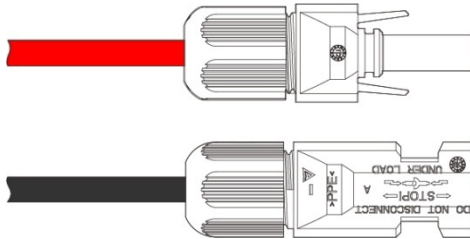

Figura3-19 Aperte a contraporca
- Etapa 4** Aperte as contraporcas dos conectores positivos e negativos nas conchas isolantes correspondentes, como exibido na Figura3-19.